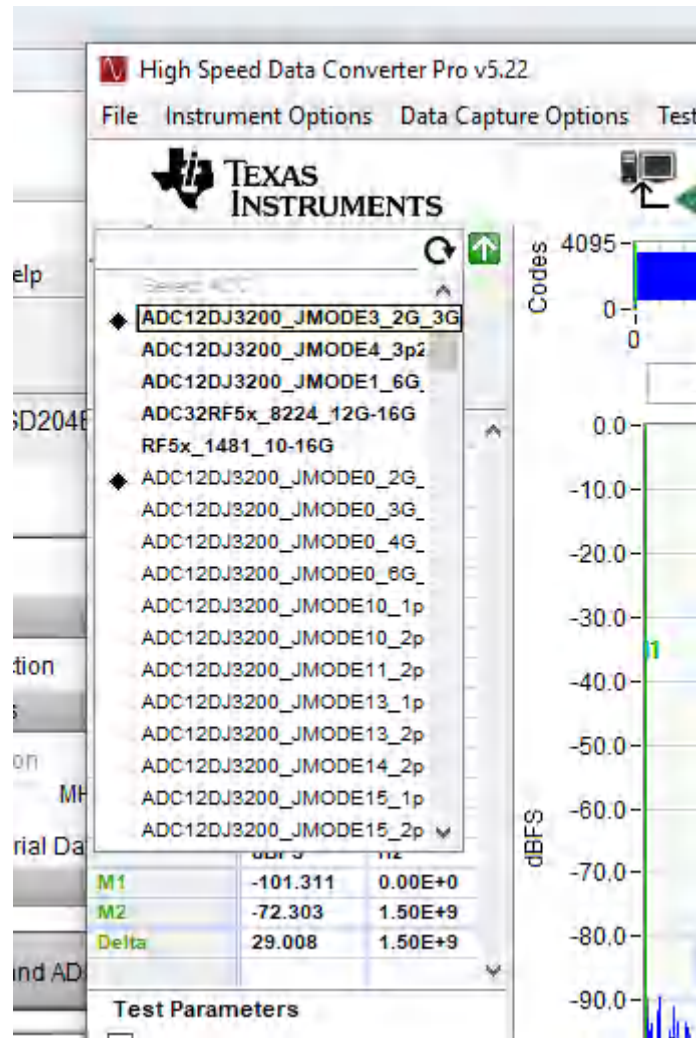

图 6-3. 在 HSDC 专业版 GUI 程序中选择 `ADC12DJ3200_JMODE3_2G_3G`
2. 启动 HSDC 专业版 GUI 程序。程序启动时，请先连接到 TSW14J58 EVM 板，然后在 *Select ADC* 下拉菜单下选择器件 *ADC12DJ3200\_JMODE3\_2G\_3G*，如图 6-3 所示。